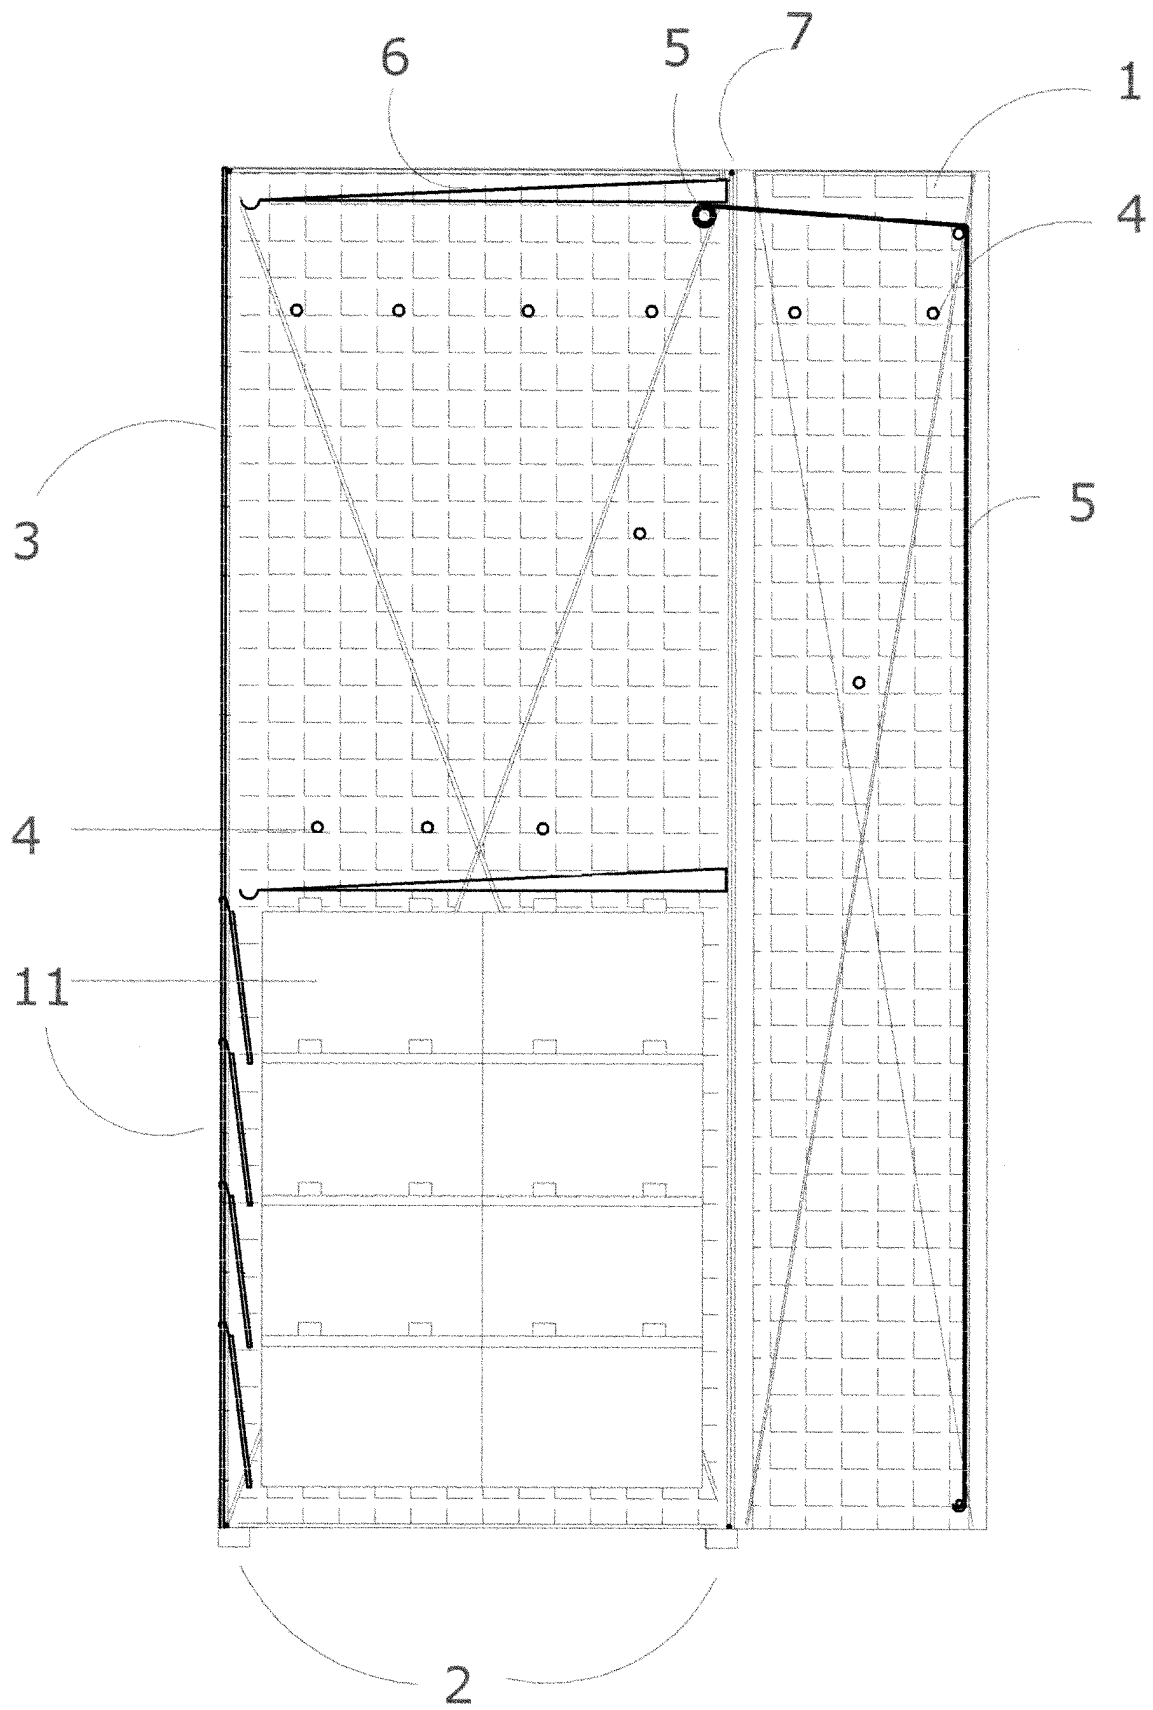

FIGURA 2
La figura 2 es una vista en sección longitudinal del armario tendedero con la puerta abierta. En éste caso sí se ha dibujado la perforación de la chapa que lo conforma.
Hasta aquí se describe el montaje del módulo básico, pero éste puede aumentar su capacidad y variar sus funciones con la incorporación de algunos accesorios. Existe la posibilidad de abrir las puertas del módulo básico para seguir tendiendo. Apoyando más barras rígidas en las puertas y tapando la ropa con una *lona extensible* (5) que se acopla a los huecos de la chapa gracias a la forma de sus extremos. La lona extendida se apoya en una de las barras creando la pendiente necesaria para que la lluvia resbale y se engancha en otra barra de tendido que pondremos en la parte inferior. (Figura 2).
Si además se desea impedir la entrada de agua a través de las perforaciones de la chapa, aunque no su ventilación ni iluminación en algún lado concreto del módulo, existe la posibilidad de colgar en el interior, utilizando los huecos de la chapa, *láminas* de materiales transparentes a modo de lamas. (11) (Figura 2).